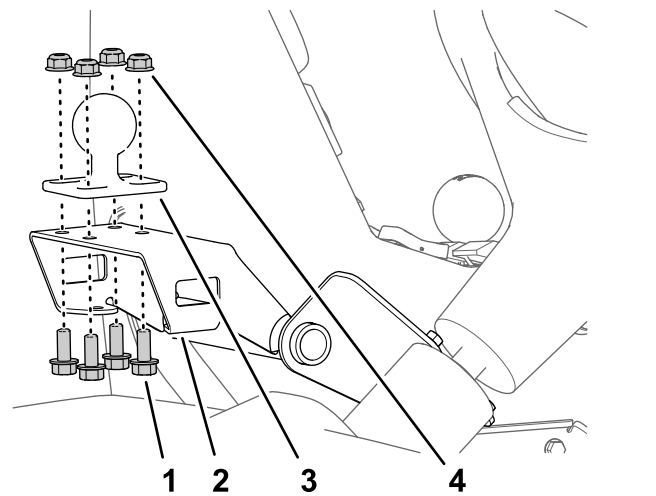

Figura 163
- Montate il supporto a sfera sulla staffa per il supporto del monitor (**Figura 163**) con i 4 bulloni a testa flangiata ($\frac{5}{16}$ " x $\frac{3}{4}$ " e i 4 dadi di bloccaggio flangiati ($\frac{5}{16}$ "